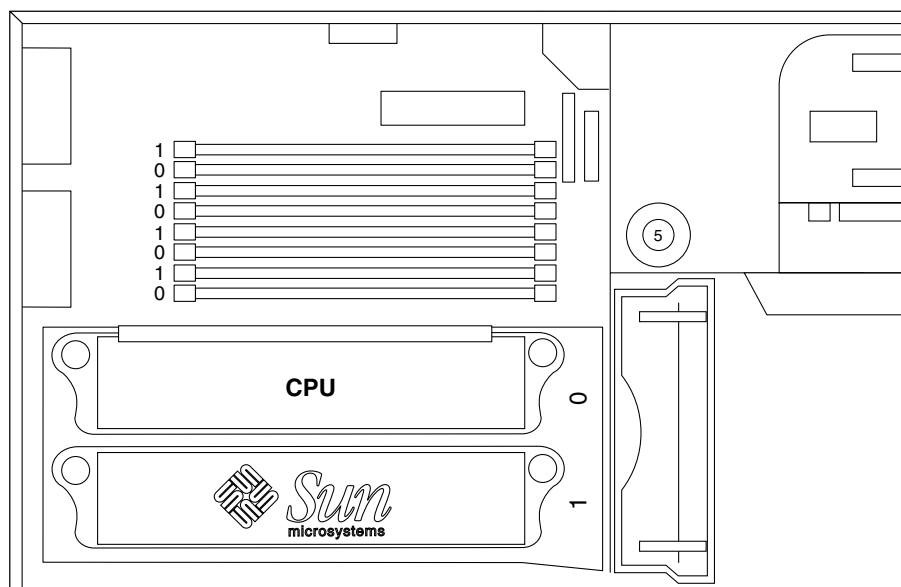

図 14 マザーボード上の DIMM バンク
- システムの DIMM (Dual Inline Memory Module) は、それぞれ 4 つのコネクタのある 2 つの論理バンク (バンク 0 および バンク 1) に配置します。詳細は、図 14 を参照してください。
- 出荷時の DIMM のデフォルト位置は、図 14 で「0」のラベルが付いている 4 つのコネクタです。